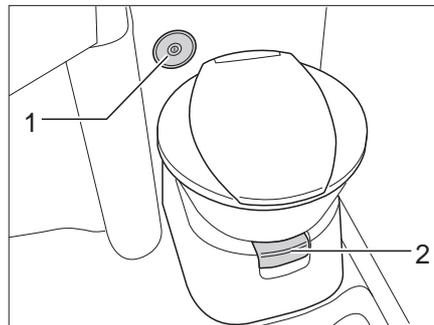
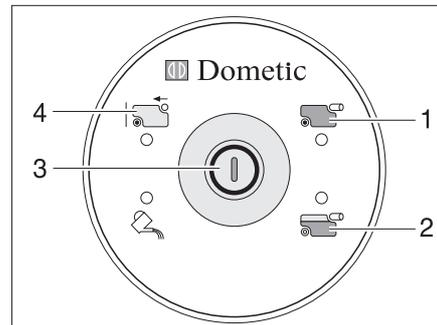

Fig. 258 Cuvette des toilettes avec unité de contrôle et de commande
Fig. 259 Unité de contrôle et de commande toilettes
Faire couler un peu d'eau dans la cuvette des toilettes avant de s'en servir. Appuyer pour ce faire sur le bouton de la chasse d'eau (Fig. 259,3) sur l'unité de contrôle et de commande (Fig. 258,2).
- Avant d'actionner la chasse d'eau, ouvrir le curseur des toilettes. Tirer pour cela sur le levier du curseur (Fig. 258,1).
- Pour actionner la chasse d'eau, appuyer sur le bouton (Fig. 259,3).
Le voyant de contrôle (Fig. 259,2) s'allume lorsque le réservoir pour matières fécales est au 3/4 plein.
Le voyant de contrôle (Fig. 259,1) s'allume lorsque le réservoir pour matières fécales doit être vidé.
- Ouvrir le curseur. Tirer pour cela sur le levier du curseur (Fig. 258,1).
- Enfoncer le levier du curseur (Fig. 258,1). Le curseur se ferme. Pour la vidange il **faut** que le curseur des toilettes soit fermé.
- Extraire et vidanger le réservoir pour matières fécales comme indiqué dans les paragraphes 12.8.4 et 12.8.5. Sur l'unité de contrôle et de commande est allumé l'indicateur "Réservoir pour matières fécales retiré" (Fig. 259,4).